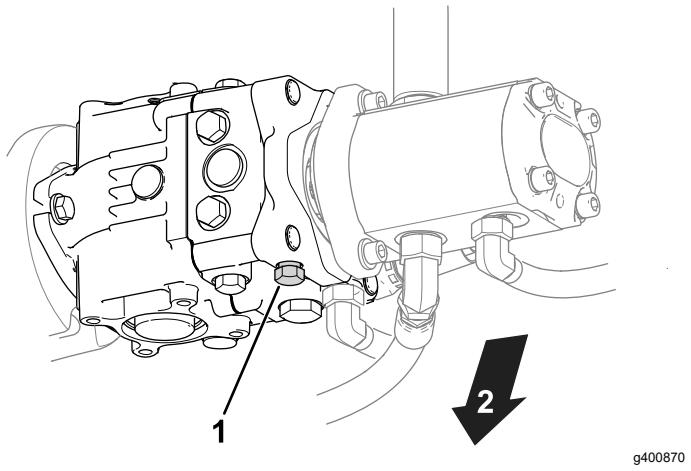

Bild 31
1. Ermitteln Sie das Sicherheitsventil an der Pumpe (Bild 31).